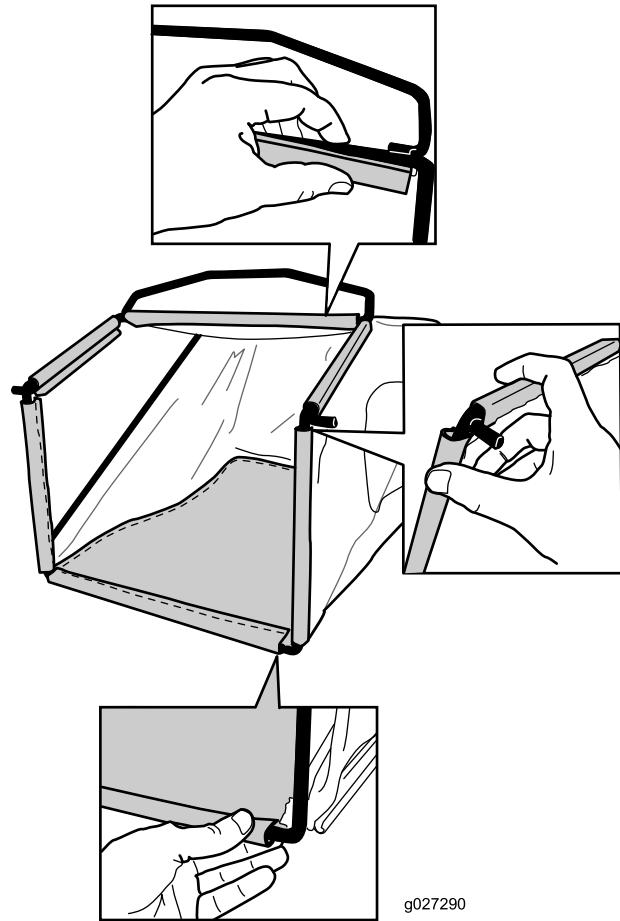

Figure 9
3. Accrochez la glissière supérieure et les glissières latérales du bac au sommet et sur les côtés de l'armature respectivement (Figure 9).
2. Accrochez la glissière inférieure du bac au bas de l'armature (Figure 9).